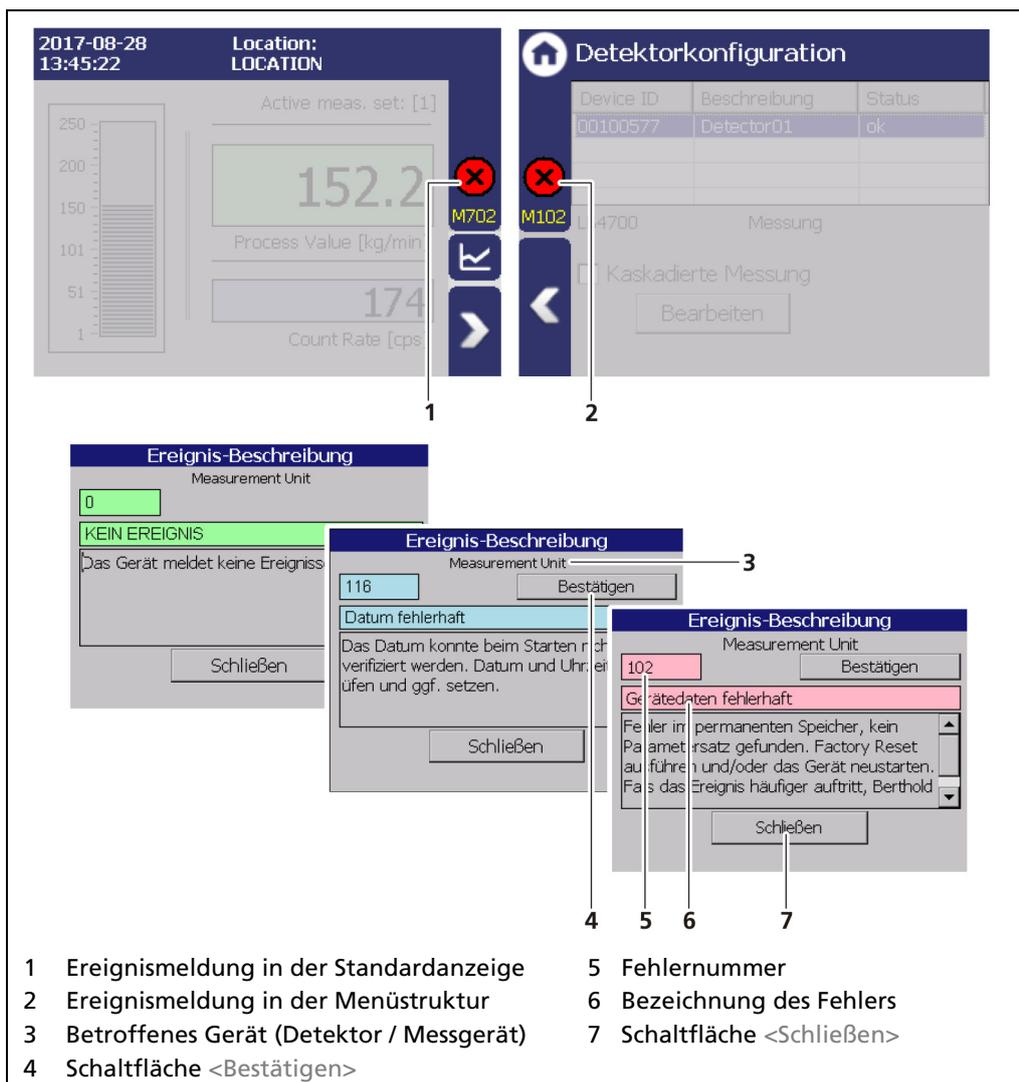

Abb. 30 Ereignismeldung (Beispiele)
1. Klicken Sie auf das Symbol (Abb. 30, Pos.1, Pos.2), um detaillierte Informationen über das Ereignis anzuzeigen.